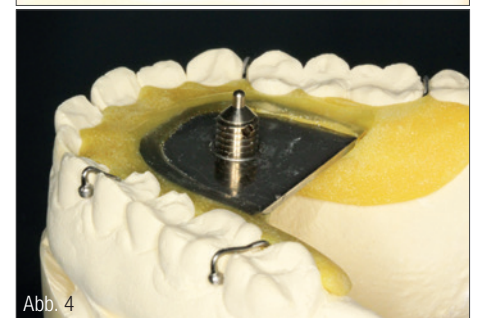

Abb. 4
3. Anschließend reinige ich die Modelle und das Stützstiftregistrat. Danach setze ich die Konstruktion auf die Modelle und überprüfe die Passgenauigkeit im Artikulator. Zum Schluss entferne ich die Schraube und tausche sie gegen den Stützstift aus. Nun steht einem akkuraten Stützstiftregistrat nichts mehr im Wege (Abb. 4).